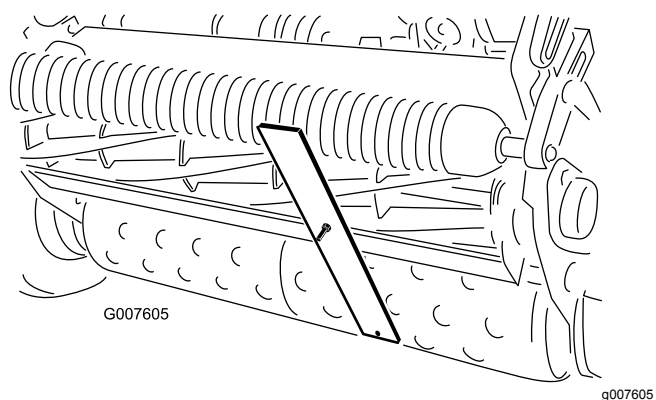

Figura 56
4. Prenda a cabeça do parafuso à extremidade cortante da lâmina de corte e apoie a extremidade traseira da barra no rolo traseiro (Figura 56).